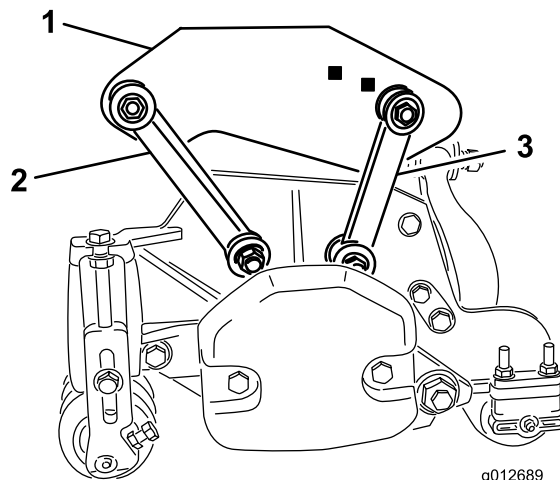

Рисунок 19
- Прикрепите передние монтажные тяги к отверстиям несущих рам с помощью болтов (3/8 x 2-1/4 дюйма), двух плоских шайб и контргаяк, как показано на Рисунок 19. Во время монтажа установите с каждой стороны
- Прикрепите задние монтажные тяги к отверстиям задних несущих рам с помощью болтов (3/8 x 2-1/4 дюйма), двух плоских шайб и контргаяк, как показано на Рисунок 19. Во время монтажа установите с каждой стороны тяги по шайбе. Затяните крепежные детали с моментом 42 Нм.